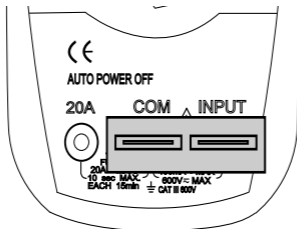

Figura 9
2. Conecte o adaptador aos terminais **COM** e **V/ Ω /mA/Hz** conforme Figura 9.